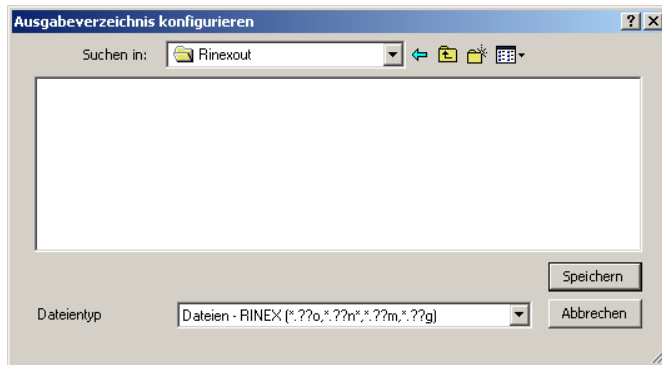

Abbildung B.9. Dialogfeld "Ausgabeverzeichnis konfigurieren "
7. Klicken Sie auf **Ausgabeverzeichnis**, um das Dialogfeld **Ausgabeverzeichnis konfigurieren** zu öffnen (Abbildung B.9).